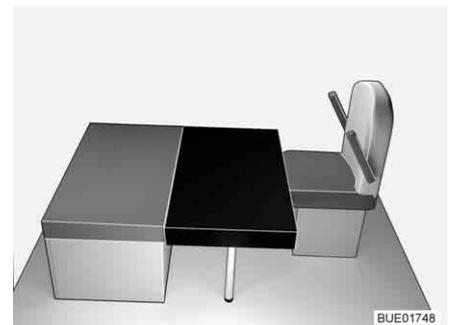

Fig. 114 Dopo la trasformazione
- Collocare il cuscino aggiuntivo rettangolare sul tavolo (davanti al cuscino dei sedili, vedi Fig. 114). La sezione nel cuscino aggiuntivo è appoggiata contro la parete di sostegno anteriore.